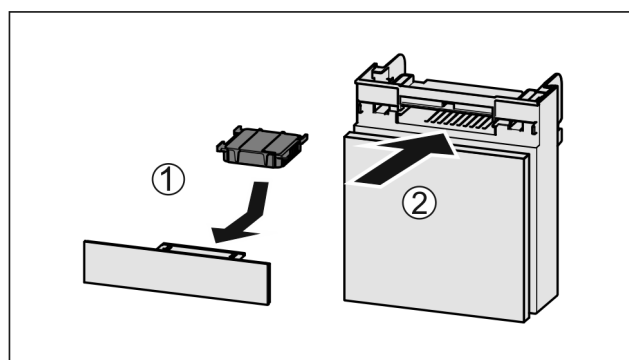

Fig. 210
- Filtr s aktivním uhlím vložte podle vyobrazení Fig. 210 (1).
- Zásuvku zasuňte Fig. 210 (2).